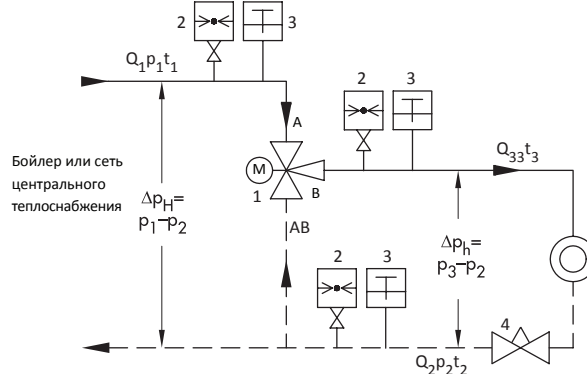

Рис. 5. Необходимые измерительные приборы давления и температуры для узла - клапан со струйным насосом
Рис. 5 показывает установку, оснащенную регулирующим клапаном со струйным насосом. Прямая вода из сети горячего водоснабжения (Q_1) образует рабочий поток струйного насоса. Он подсасывает воду из обратной линии (Q_2). Соотношение смешивания потоков Q_1 и Q_2 и соответствующие температуры t_1 и t_2 определяют подаваемую потребителю температуру t_3 . При такой схеме подача (Q_3) при уменьшающейся потребности в тепле становится меньше, а при возрастающей нагрузке больше.
В установках со струйным и насосам и необходимы представленные на рис. 5 показывающие манометры и термометры для регулировки и последующей подстройки установки. Показывающие приборы или соответствующие места соединения контрольных приборов должны быть расположены так, чтобы расстояние до соединений исполнительного звена А, В и АВ было по возможности наименьшим. Манометры, измеряющие давления p_1 , p_2 и p_3 служат также для определения перепадов давления $\Delta p_H = p_1 - p_2$ и $\Delta p_h = p_3 - p_2$. Дроссельный клапан (4) служит для выравнивания условий по температуре и давлению.
Условные обозначения рис. 5: